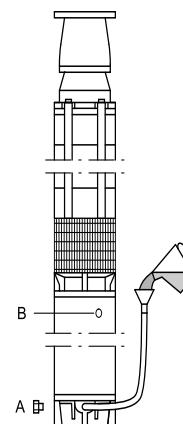

Fig. 4
- Colocar a bomba submersível tal como se exemplifica na fig. 4.
- Remover o parafuso (A) do orifício de enchimento e introduzir o tubo com o funil fornecidos com o motor no orifício.
- Remover o parafuso de purga de ar (B) para possibilitar a saída de ar do motor.
- Parar de encher o motor. Retirar o recipiente de enchimento. Retirar o tubo e o funil, e colocar de novo o parafuso de purga (B). Colocar novamente o parafuso (A) no orifício de enchimento apertando bem.